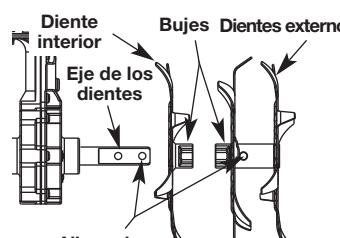

Fig. 9
2. Quite el retén del pasador de horquilla que está entre los 2 dientes exteriores (Fig. 9)
3. Quite el pasador de horquilla y saque los dientes del eje (Fig. 9).
5. Coloque los dientes nuevos con los bujes encarados uno al otro (**NOTA:** Asegúrese de poner primero en el eje el diente simple y los dobles en el exterior, así como de alinear los orificios de los dientes y del exterior del eje (Fig. 9)).